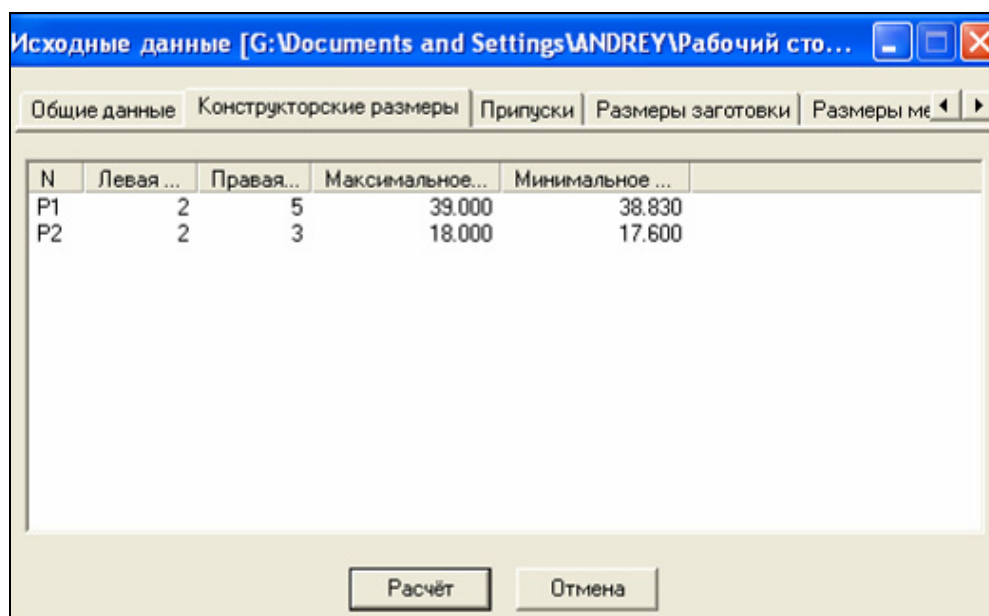

Рисунок 4 – Конструкторские размеры
4.2 В закладке «Конструкторские размеры» ввожу их значения. Для ввода размера нажимаю правую кнопку мыши в поле вкладки и выбираю пункт «Добавить» (рисунок 4).